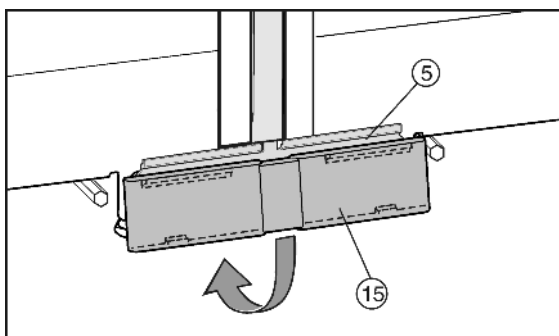

Fig. 11
- ▶ Donji pokrov *Fig. 11 (15)* s gornje strane natakните na spojni lim *Fig. 11 (5)* i uglavite s donje strane.